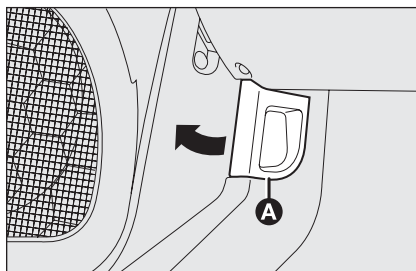

fig. 118
- ☐ tire la palanca **A-fig. 118** en el sentido indicado de la flecha;